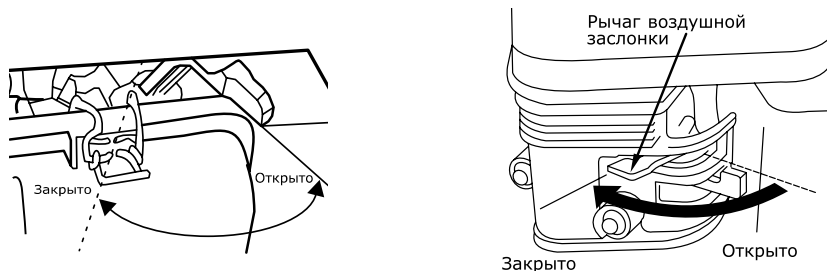

**Рис. 14. Топливный кран**
6. Поверните топливный кран в положение «Открыто» (рис. 14).
- Перекройте топливный кран, установив его в положение «Закрыто» (рис. 14).